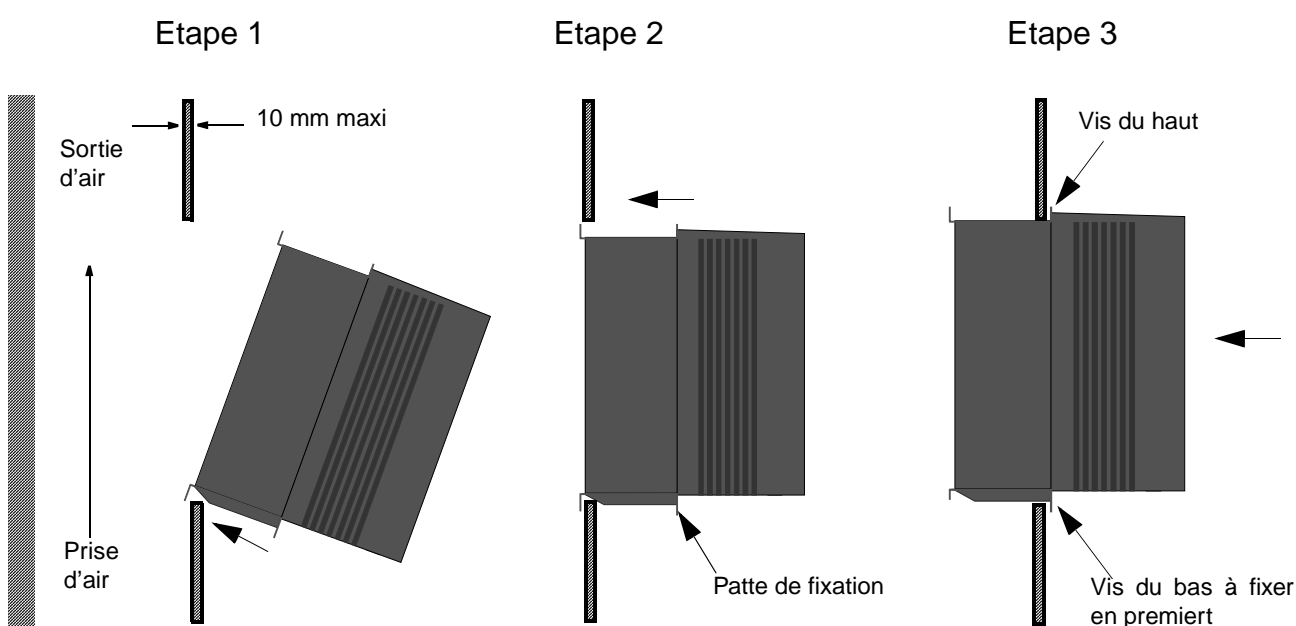

Figure 2-2 Montage de l'ACx 601 le long d'un conduit de ventilation.
6. Procédez comme illustré à la Figure 2-2.